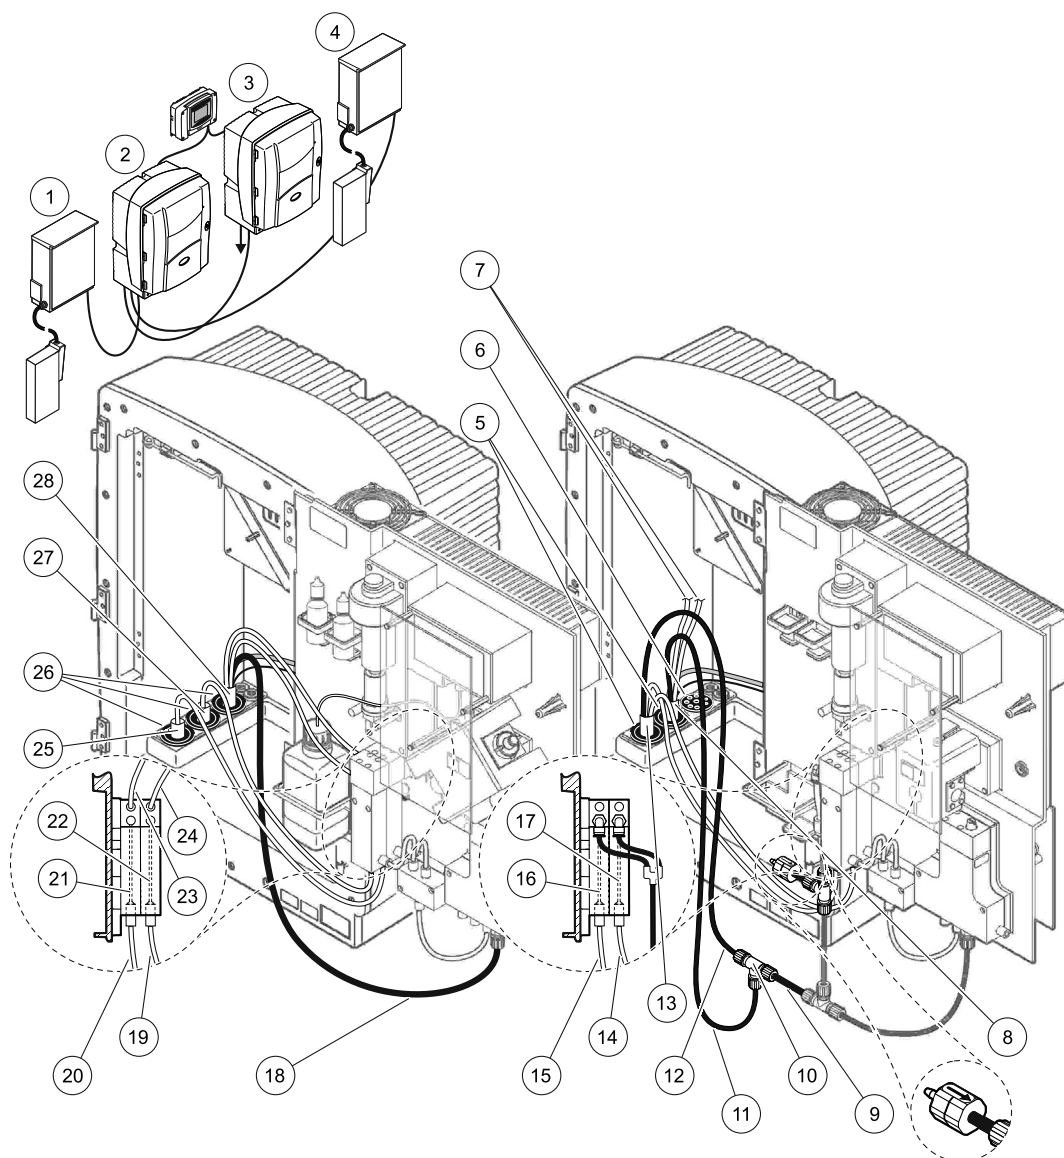

Рисунок 34 Монтаж версии 6
Для версии 6 смотрите Рисунок 34 и следующие инструкции:
- a. Проведите шланг с подогревом от FILTRAX 1 через анализатор (Рисунок 34, позиция 25). Для фиксации используйте уплотняющую заглушку #1.